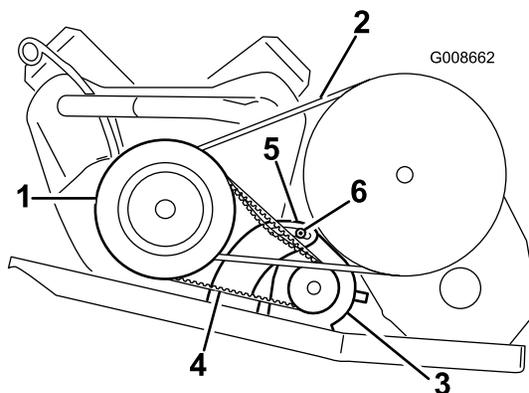

Figura 46
2. Allentate il dado di rotazione del generatore di avviamento (Figura 46).
4. Inclinate il motorino di avviamento nella fessura finché la cinghia non si piega di 6 mm con una forza di 44 N (Figura 46).
5. Serrate il dado del generatore di avviamento e rimuovete il piede di porco (Figura 46). Serrate il dado a 88–115 Nm.